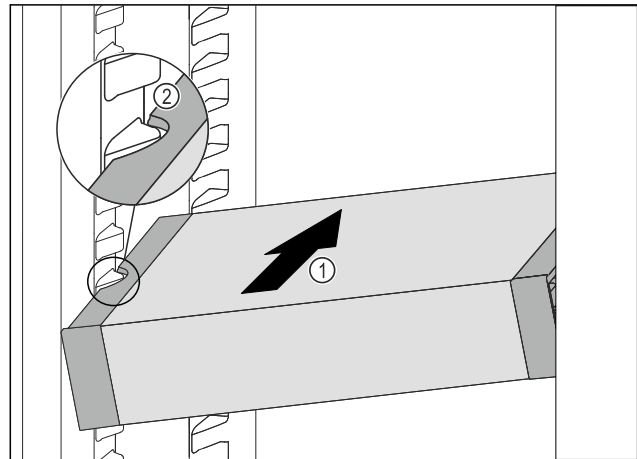

Fig. 114
- ▶ VarioSafe schräg in das Kühlteil einschieben Fig. 114 (1), bis sich die seitlichen Aussparungen Fig. 114 (2) des VarioSafes auf Höhe der Behälterrippe im Kühlteil befinden.